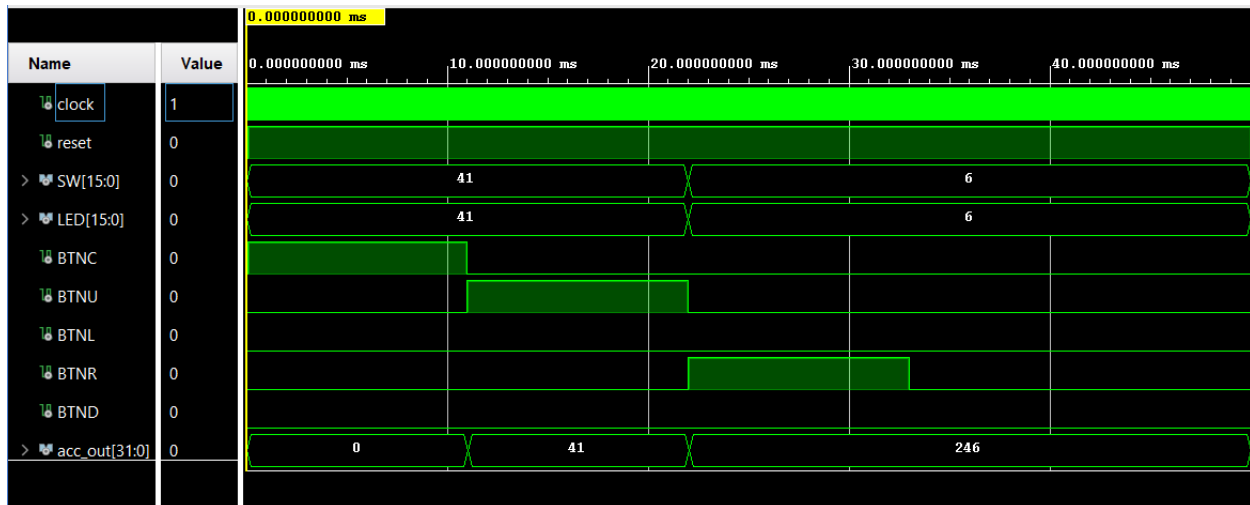

Fig. 5
Quello sopra riportato (Fig. 5) è il diagramma temporale (*testbench*) dell'architettura completa della calcolatrice. Inizialmente, il pulsante centrale (BTNC) si attiva ed inizializza a 0 il valore dell'accumulatore. In seguito, il pulsante superiore (BTNU) somma il valore attuale dell'accumulatore al numero in ingresso (SW): in questo caso risulta $0 + 41$, salvando quindi 41. Infine, viene attivato il pulsante destro (BTNR), il quale moltiplica il valore dell'accumulatore con quello in ingresso che, nel frattempo, è diventato 6; il valore visualizzato sul display (segnale *acc_out*) sarà quindi $6 \cdot 41 = 246$.